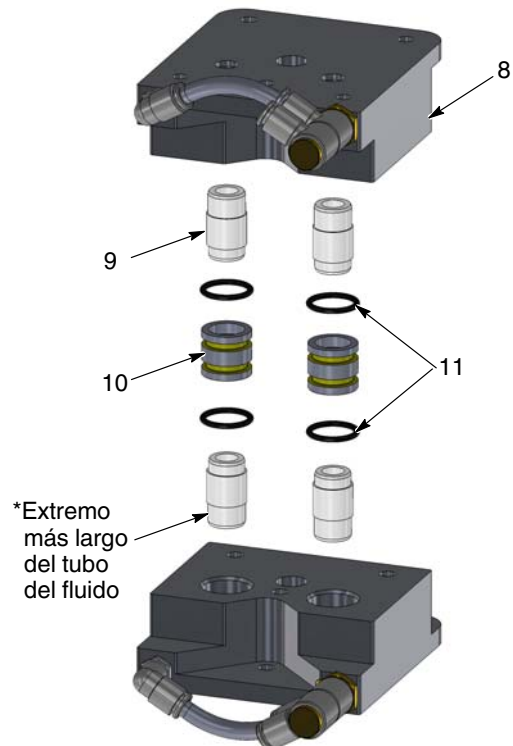

Figura 6 Componentes del bloque de sifón central
- Ver la figura 6. Mover de un lado a otro el destornillador para extraer los tubos de fluido (9).
- Con un dedo, asentar firmemente las dos juntas tóricas (12) en cada bloque central (8)
- Utilizando un destornillador plano grande, insertar dos válvulas de retención (14) en cada bloque central (8).
- Utilizando una llave Allen de 10 mm, insertar dos racores (13) en cada bloque central (8).
- Ver la figura 6. Para conectar dos bloques centrales (8), insertar dos tubos de fluido (9) en cada uno de los bloques. Fijar dos juntas tóricas (11) en cada cojinete (10). Ejercer una ligera presión para fijar los dos bloques centrales entre sí.